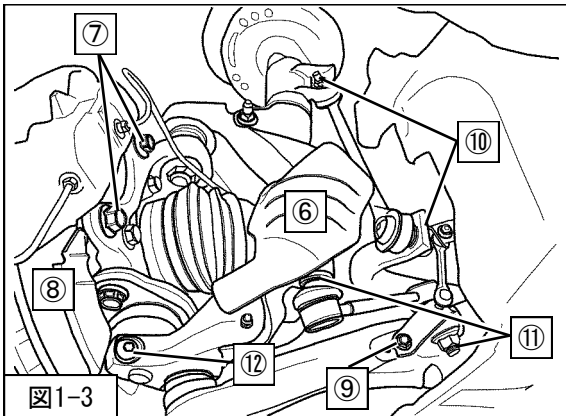

図1-3
5. ⑥エアインテークプレートを取外してください。(図1-3)
6. ⑦ブレーキキャリア取付ボルトを取外し、ブレーキキャリアを取外してください。(図1-3)
7. ⑧ブレーキディスク
⑨ストロークセンサー取付ボルト
を取外してください。(図1-3)
8. ⑩スタビライザリンク取付ナットを取外し、スタビライザリンクを取外してください。(図1-3)
9. ⑪ストップリンク取付ナットを取外し、ストップリンクを取外してください。(図1-3)
10. ⑫ナックルハブベアリングユニットASSYトルクスボルトを取外してください。(図1-3)